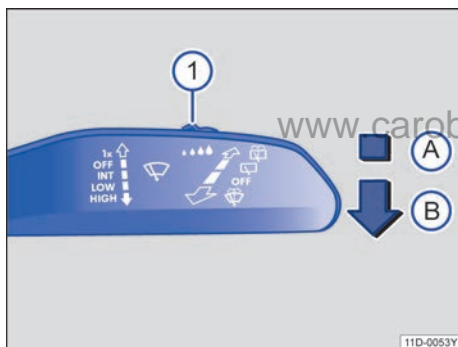

图 94 车窗玻璃刮水器操作杆：调节雨量传感器 ①
雨量光线传感器的灵敏度可以通过车窗玻璃刮水器操纵杆中的开关→图 94①→第 83 页手动调节。
将操纵杆按压到所需位置→图 94：